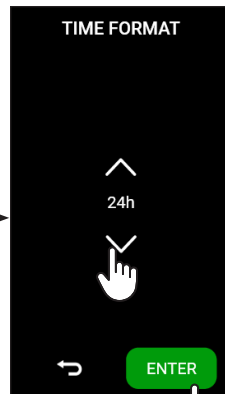

fig.5
Placer enheden på en mobil hylde med et udtækssystem og glideskinner, så det er muligt at fylde tanken med deioniseret vand, placeret på toppen (fig.5).
- Indstil tidsformatet, og tryk på ENTER (fig. 5);